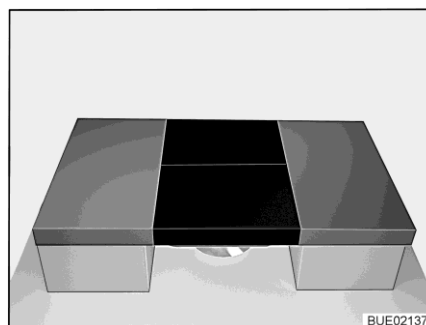

Bild 122 Efter ombyggnaden
- Lägg två extra dynor på bordet (se Bild 122).